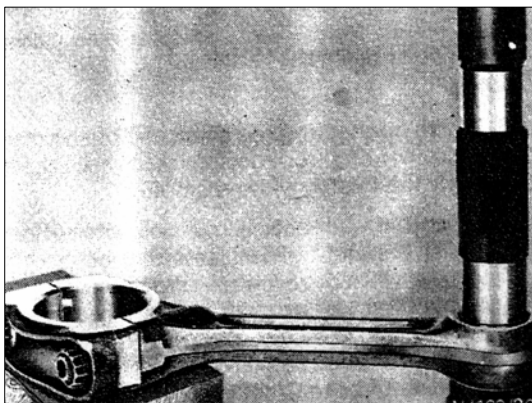

РИС. 30
- 1) Проверьте втулку верхней головки шатуна и, если необходимо, снимите втулку бордком 2576 5890 0207 (см. рис. 30).
- 3) Смажьте посадочное отверстие у шатуна. Установите новую втулку, используя оправку 2576 5890 0207 (см. рис. 30).